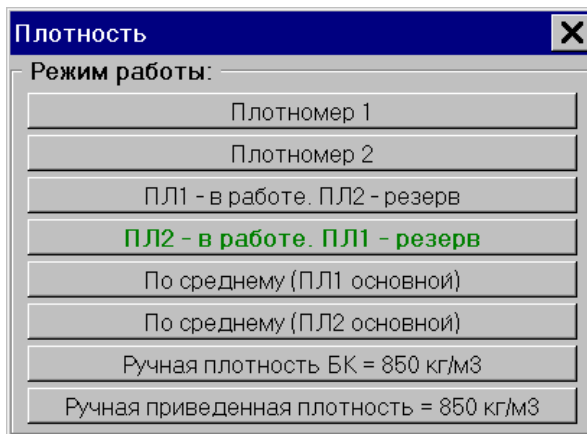

Рис. 13
3.5.2.4 Если датчик с резервированием, т.е. параметр определяется одновременно двумя однотипными датчиками, то окно выбора режима работы такого датчика будет иметь вид, изображенный на Рис. 13. Это относится к датчикам плотности и влагосодержания.